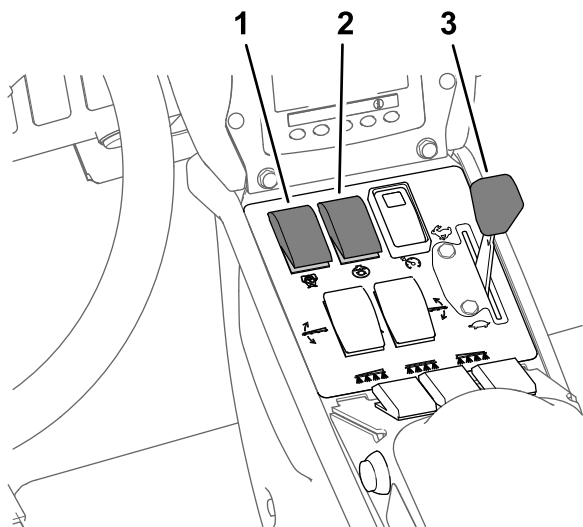

Figura 45
8. Coloque o interruptor de agitação e o interruptor da bomba do pulverizador na posição LIGAR (Figura 45).
9. Coloque a alavanca na posição RÁPIDO (Figura 45).
4. Ajuste o acelerador para a velocidade do motor desejada; consulte Figura 45 em Pulverização no Modo de taxa de aplicação \(página 38\).
**Nota:** Este procedimento assume que a bomba de pulverização está ligada; consulte Figura 45 em Pulverização no Modo de taxa de aplicação \(página 38\).